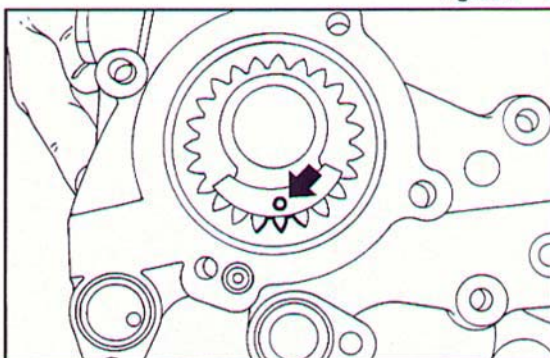

Fig. 255 ▼
- centrare l'ingranaggio condotto sulla centralina olio in modo che un vano di un dente si trovi in corrispondenza al foro del grano di fermo (Fig. 255);
- centre the driven gear on the oil control unit so that the bay of one tooth is facing the stop dowel hole (Fig. 255);